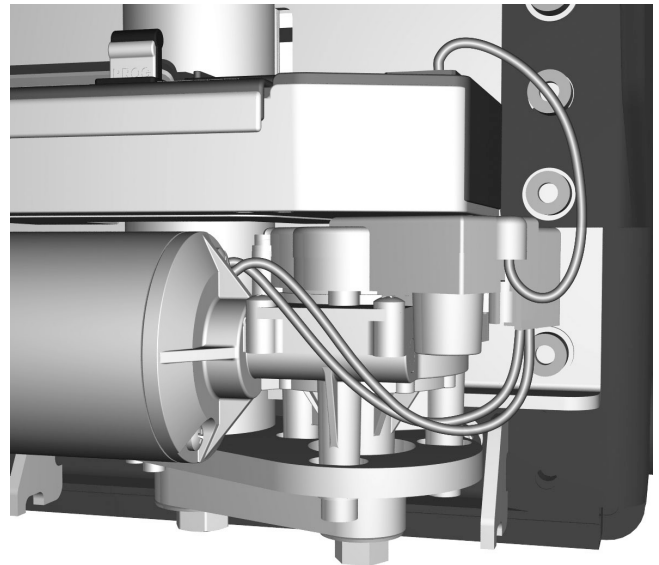

Abbildung 97. Motorkabel vom ICS-Master Modul entfernen.
4. Motorkabel vom ICS-Master Modul entfernen. Siehe Abbildung. 97